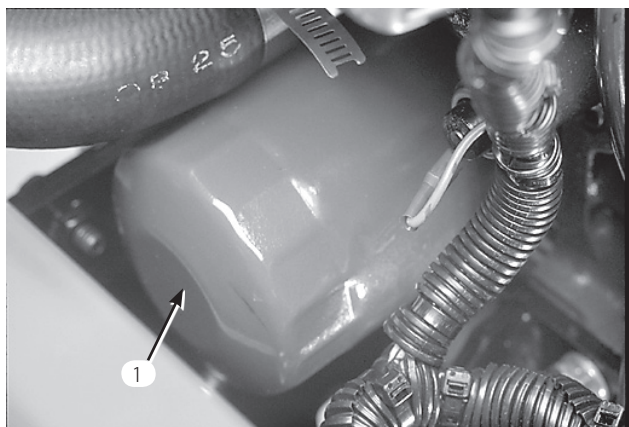

図 48
2. エンジン・オイル・フィルタを外す(図48)。新しいフィルタのシールに薄くエンジン・オイルを塗って取り付ける。締めすぎないこと。